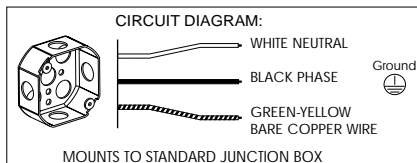

FIG. 1
- FIG.1** Fissare la staffa "A" al soffitto ed eseguire i collegamenti elettrici alla rete di alimentazione.
- FIG. 1- 2** Infilare il cavo elettrico ed il cavetto d'acciaio all'interno di uno o più anellini in gomma "Z"; far passare il cavo di alimentazione in uno dei due fori laterali "E" e il cavo d'acciaio nel foro centrale "D" del rosone "B".
- Fig.1** Togliere le tre borchie cromate "N" dal supporto "C", quindi infilare quest'ultimo attraverso il foro superiore "Q" del vetro diffusore.
- Fig.1** Bloccare il supporto "C" mediante le tre borchie "N" inserendole nei fori "R"
- Fig.1** Per centrare perfettamente il vetro diffusore far scorrere il cilindretto "T" lungo la staffa "F", ed eventualmente ruotare anche quest'ultima. Quindi bloccare il cilindretto "T" agendo sulla vite "Y".
1. **BILD 1** - Den Bügel "A" an die Decke fixieren und die elektrischen Verbindungen an das Stromnetz anknüpfen.
7. **BILD 1** - Die verchromten Nägel "N" vom Support "C" nehmen und den Support durch das obere Loch "Q" des Streuschirms ziehen.
8. **BILD 1** - Den support "C" mit Hilfe der Nägel "N", die in die Löcher "R" eingeführt werden, blockieren.
1. **FIG.1**- Fixer l'étrier "A" au plafond et exécuter les connexions électriques au réseau d'alimentation.
- 7.- **FIG.1.**- Oter les trois clous chromés "N" du support "C", enfilez ensuite ce dernier par l'orifice supérieur "Q" de la verrerie. **N.B.** Faire très attention à ne pas ébrécher la verrerie.
- 8.- **FIG.1.**- Bloquer le support "C" au moyen des trois clous "N" en les insérant dans les trous "R".
- 9.- **FIG.1** - Afin de centrer parfaitement la verrerie, faire coulisser la bague "T" le long de l'étrier "F" et éventuellement, tourner également ce dernier. Bloquer ensuite la bague "T" à l'aide de la vis.
1. **FIG. 1** - Fijar la base "A" al techo y proseguir con la conexión eléctrica a la red de alimentación.
7. **FIG.1** - Quitar las tres tachuelas cromadas "N" del soporte "C", después extraerlo a través del orificio superior "Q" del cristal difusor. **NOTA:** Prestar mucha atención en no romper el cristal.
8. **FIG.1** - Bloquear el soporte "C" mediante las tres tachuelas "N" introduciéndolas en los orificios "R".